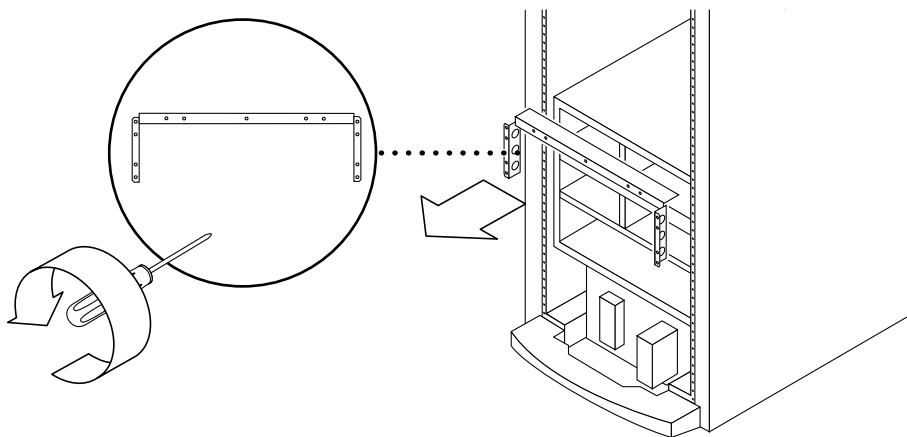

図 12-31 クランプの取り外し — Sun Fire 3800 システム
10. Sun Fire 3800 システムがキャビネットに取り付けられている場合は、クランプを取り外します (図 12-31)。
6. Sun Fire 3800 システムをキャビネットに取り付ける場合は、クランプを取り付けます (図 12-31)。